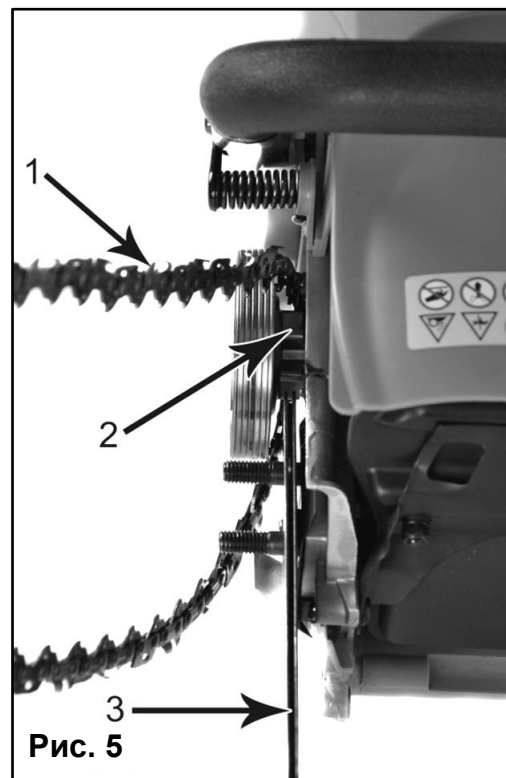

Рис. 5
- Наденьте цепь (1) на ведущую звездочку (2) позади муфты сцепления. Убедитесь, что звенья встали между зубчиками звездочки (Рис. 5).
- Вставьте ведущие звенья в канавку шины (3) и обведите цепь вокруг концевой части шины (Рис.5). Цепь будет немного свешиваться с нижней части шины.
- Чтобы увеличить натяжение цепи, возьмитесь за носок пильной шины и поверните регулировочный винт (1) **ПО ЧАСОВОЙ СТРЕЛКЕ**. Поворот винта **ПРОТИВ ЧАСОВОЙ СТРЕЛКИ** позволит Вам ослабить натяжение. Убедитесь, что цепь плотно прилегает к пильной шине (**Рис. 5**).